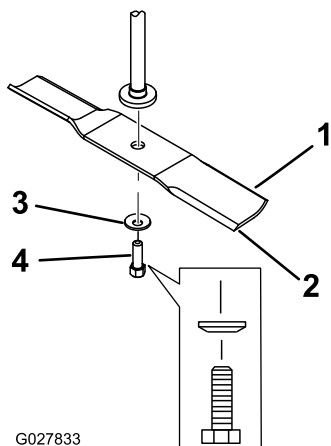

Figure 63
2. Enlevez de l'axe, le boulon, la rondelle bombée et la lame (Figure 63).
1. Placez la lame sur l'axe (Figure 63).
2. Posez la rondelle bombée (face concave vers la lame) et le boulon de lame (Figure 63).